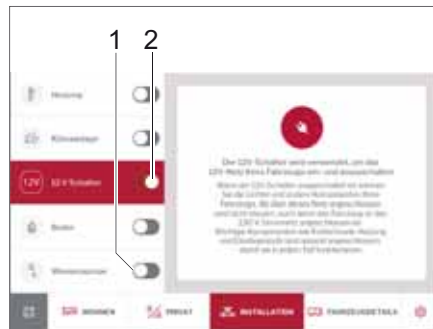

Bild 277 12 V och vattenpump
- Med skjutreglaget (Bild 277,2) sätter du på och stänger av fordonets 12 V-nät. En kommentar visas som anger vilka förbrukare som berörs.
- Med skjutreglaget (Bild 277,1) sätter du på och stänger av vattenpumpen. Se även kapitel 9.14.5.